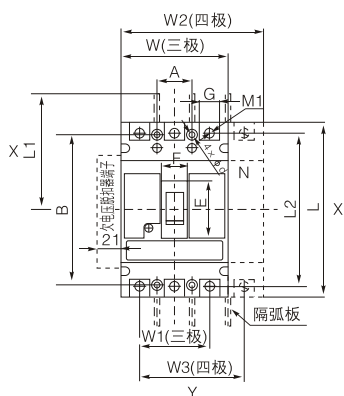

图3 固定式板前接线
· 外形尺寸见图3~图6及表10、表11
1) 板前接线外形尺寸见图3(X-X、Y-Y为三极断路器中心)